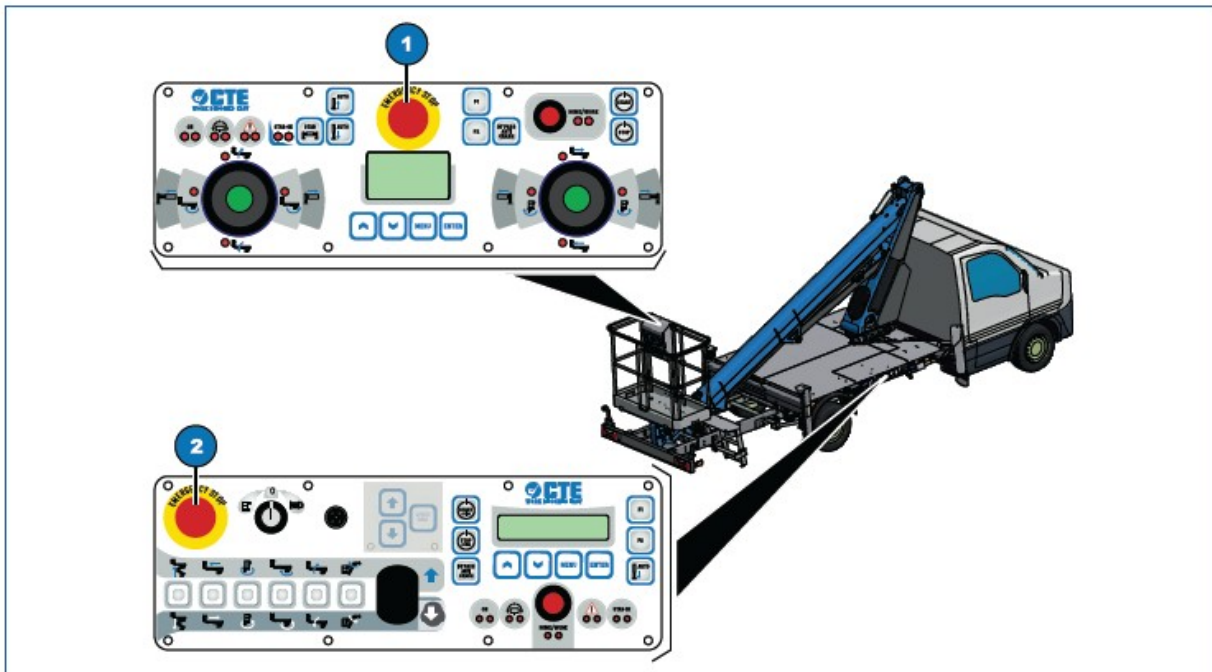

Fig. 5.1
Butoanele următoare se află în stațiile de comandă principale ale platformei de lucru (Fig. 5.1, 1 și 2) și folosesc la oprirea utilajului în situație de urgență.
- Apăsați butonul de urgență (Fig. 5.1, 1 sau 2) și asigurați-vă că platforma nu poate fi manevrată în niciun fel.
- efectuați testul cu ambele butoane de urgență (Fig. 5.1, 1 și 2).